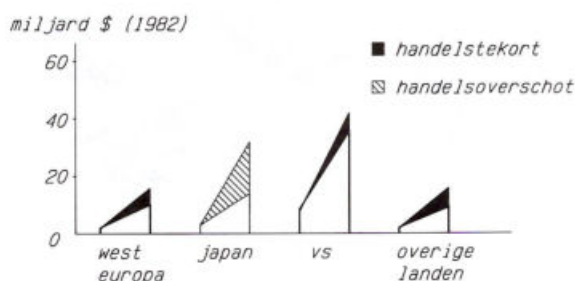

Fig. 14. Productie en markt voor IC's per werelddeel.
► Omdat in deze histogrammen het verschil tussen productie en eigen gebruik niet zo goed in beeld wordt gebracht, zijn in fig. 14 dezelfde gegevens op een ander manier